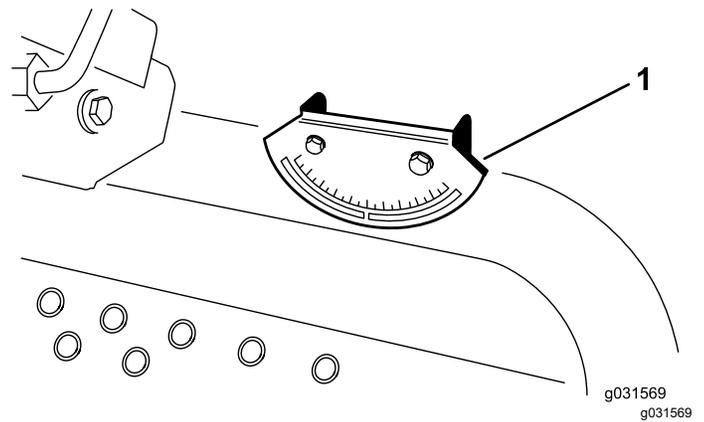

Figura 4
**Nota:** El indicador de ángulo, montado en la máquina, debe marcar también  $0^\circ$  (Figura 4).